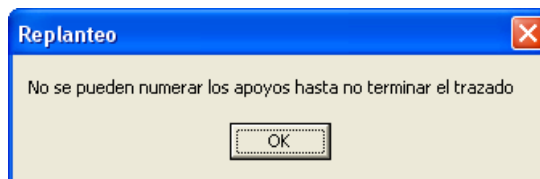

Figura 11.28.
- Figura 11.28: No necesita comentario.